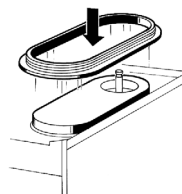

figura 6
**4** Rimontare la guarnizione di tenuta del contenitore sull'evaporatore, in modo che la corona di maggior larghezza risulti a contatto con il piano gocciolatoio (vedere figura 6).